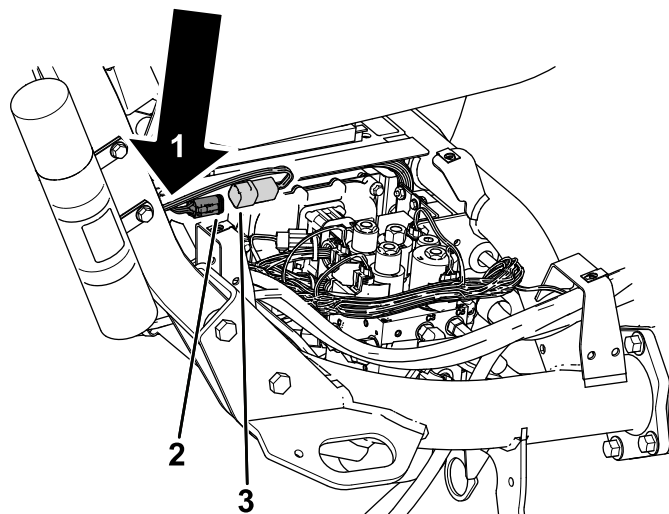

図 11
5. ワイヤーハーネスをロールバーの下に配線し、P01というラベルの付いたワイヤーハーネスコネクタをP49というラベルの付いたマシンワイヤーハーネスのコネクタに接続する(図 11)。
6. ケーブルタイを使ってテレマティクスハーネスをメインハーネスに固定する(図 11)。